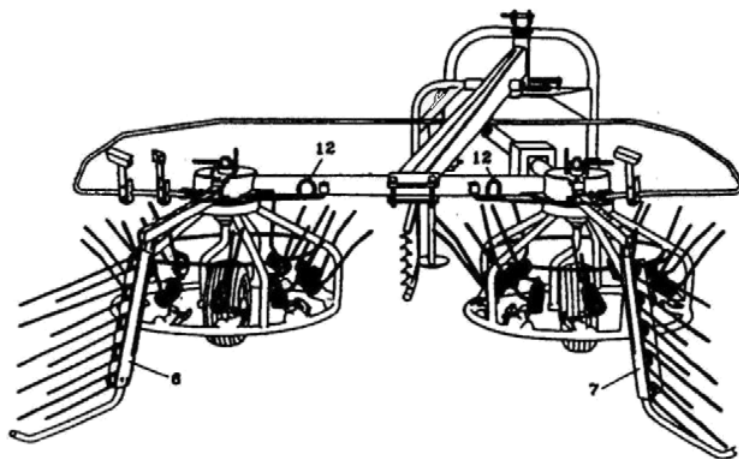

Fig. 15 - Schermen instellen voor schudden
- Stel de gewenste schudbreedte in met de schermen (6) en (7) en begrenzers (12) (Fig. 15).